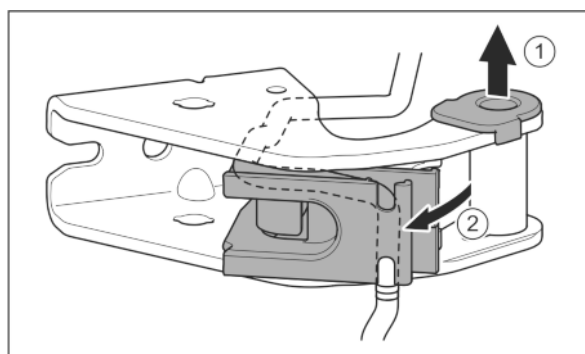

Fig. 26
- ▶ Опорную втулку вывести из направляющей. Fig. 26 (1)
- ▶ Отвести в сторону держатель кабеля. Fig. 26 (2)